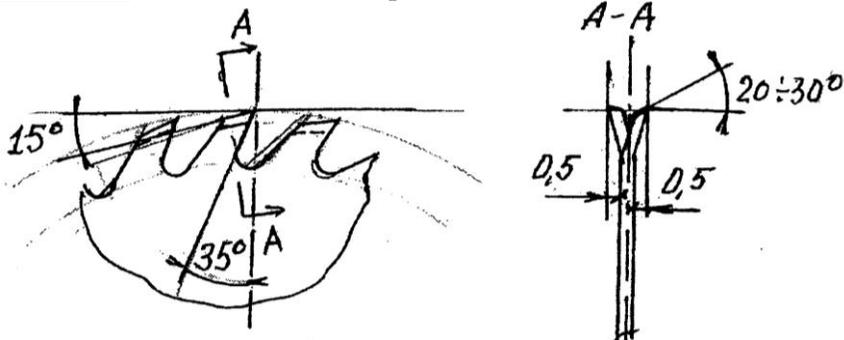

Рис. 7А
- Установить регулировочные уголки (13) на нужные размеры;
- Производить фрезерование, подавая материал с задней части станка, вдоль уголков (13) или направляющей линейки (14). **Глубина резания не должна превышать 5мм за 1 проход.**
- Установить на станок снизу и сверху основания корпуса (19) и (20);
- Наложить пильный стол (11) на станок и закрепить его винтами;
- Установить фрезу (22), регулируя ее положение регулировочными шайбами и втулками под фрезой (22) или столом (11), и надежно закрепить ее;
**Внимание!:** Пила должна быть разведена и заточена - см. Рис.7А;